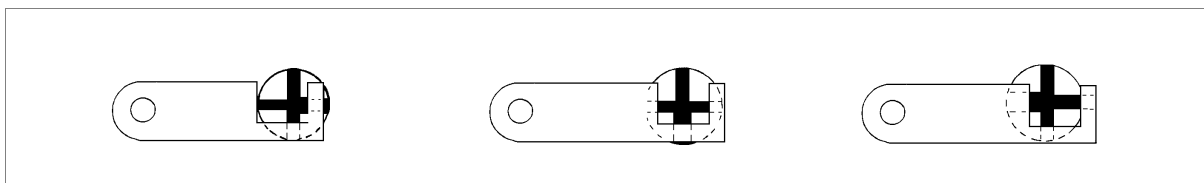

Fig. 18
- 3) apoye el tope de la llave contra la barra en una de las tres posiciones (fig.18).